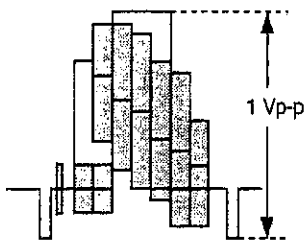

图 5—7
- 5. 检查这时的输出信号幅值是否符合图 5—7 所示的 1.1Vp-p 的规定要求。